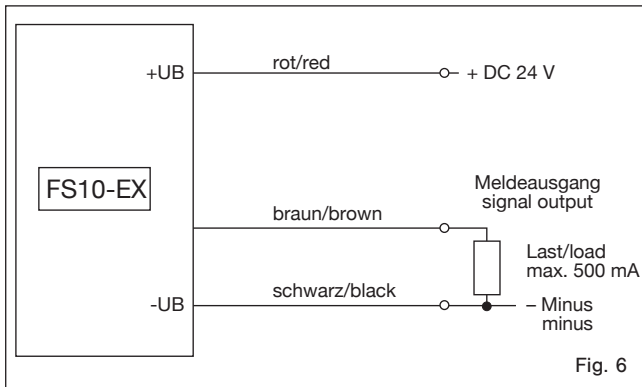

Fig. 6
- Verbindung mit dem Kabel entsprechend dem Anschlussbild (siehe Fig. 6) herstellen und Versorgungsspannung anschließen. Die grüne LED (Betriebsanzeige) leuchtet.
- Connect the cable according to the connection diagram (see fig. 6) and connect power supply. The green LED (status indication) lights.